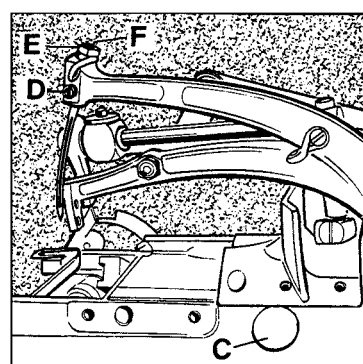

Fig.7
If adjustment is required remove plug (C, Fig. 7). Set screw for looper shaft is accessible through this hole. Loosen the screw and move the looper shaft to the right or to the left to obtain the 4 mm (5/32") respectively the 3.6 mm (9/64") distance. The looper point should pass as close as possible to the back of the needle without contacting it. Clearance 0.08 to 0.13 mm (0.003 to 0.005 in.). Retighten screw and remount the plug.
If adjustment is necessary, loosen set screw (D, Fig. 7) and remove needle, then loosen lock nut (E) and regulate the height adjustment screw (A). Now reset stop screw (B) in feed dog to maintain the adjusted feed dog height.
Ist eine Einstellung notwendig, entfernen Sie den Verschlusstopfen (C, Fig. 7). Durch diese Bohrung ist die Befestigungsschraube für die Greiferwelle zugänglich. Lösen Sie die Schraube und schieben Sie die Greiferwelle nach rechts oder links, bis der Abstand 4 bzw. 3,6 mm erreicht ist. Die Greiferspitze soll so dicht wie möglich hinter der Nadel vorbei gehen, ohne diese zu berühren (0,08 - 0,13 mm Abstand). Ziehen Sie die Schraube wieder an und montieren Sie den Verschlusstopfen.
Ist eine Einstellung notwendig, lösen Sie die Befestigungsschraube (D, Fig. 7) und entfernen Sie die Nadel; dann lösen Sie die Mutter (E) und regulieren die Höhen-Einstellschraube (F) entsprechend auf die richtige Nadelhöhe. Ziehen Sie die Mutter (E) wieder an, damit diese Einstellung erhalten bleibt.